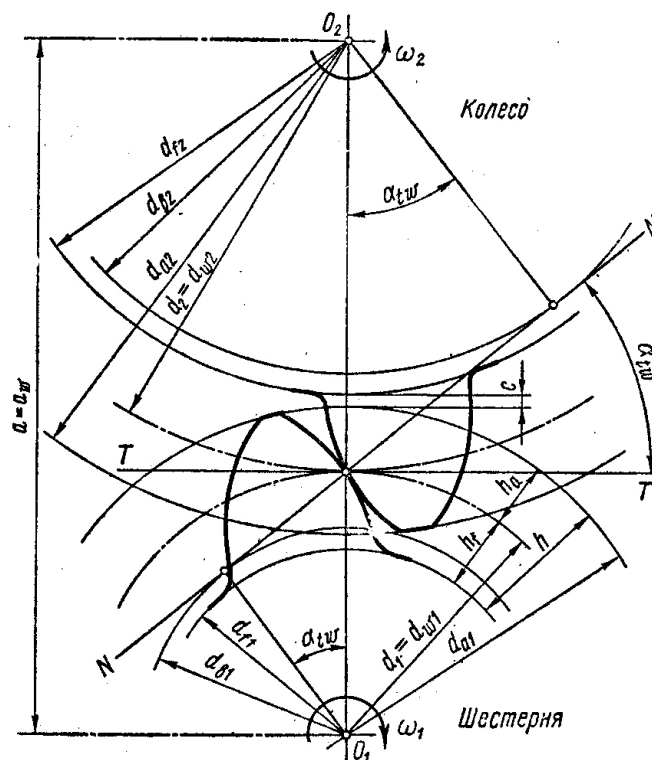

Рисунок 3.1
1. Составляем расчетную схему (рис. 3.1).